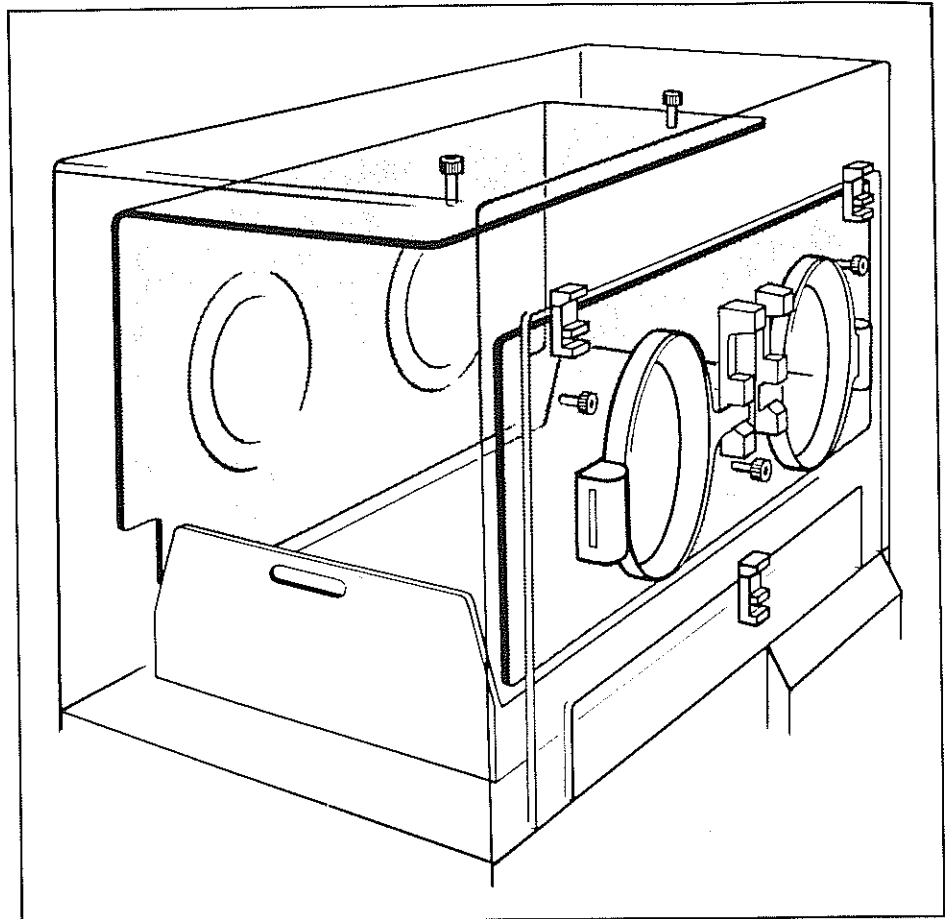

Abb. 16 Doppelwandssystem in der Haube des Intensivpflege-Inkubators 7520
3.5.3 Doppelwandsystem (Abb. 16, S. 8)